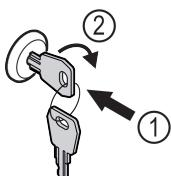

Fig. 169
- Introduceți cheia prin apăsare Fig. 169 (1).
- Rotiți cheia cu 90° în sensul acelor de ceasornic Fig. 169 (2).